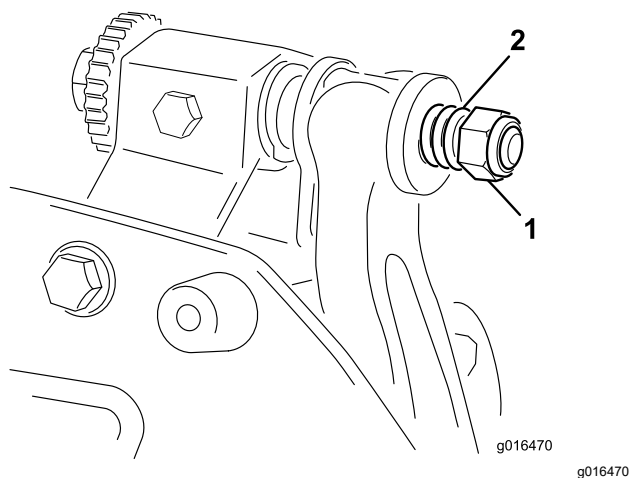

図 27
6. スプリングがつぶれるまでテンションナットを締め、そこから半回転戻す図 27。